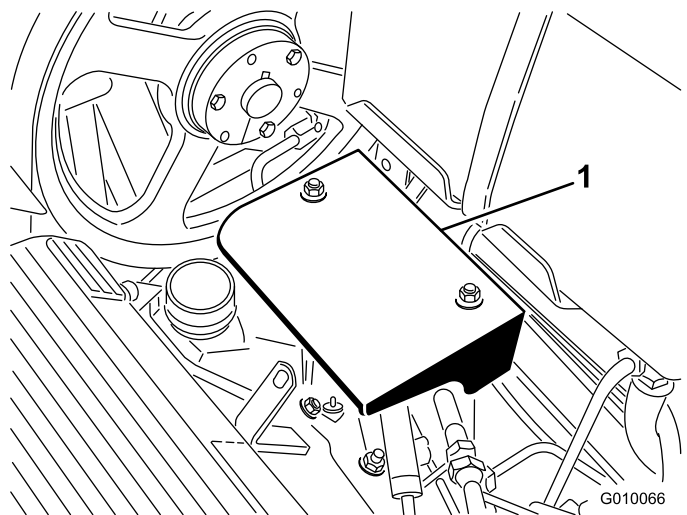

Figure 56
3. Enlevez les 2 écrous de fixation du déflecteur de la pompe et déposez le déflecteur (Figure 56).